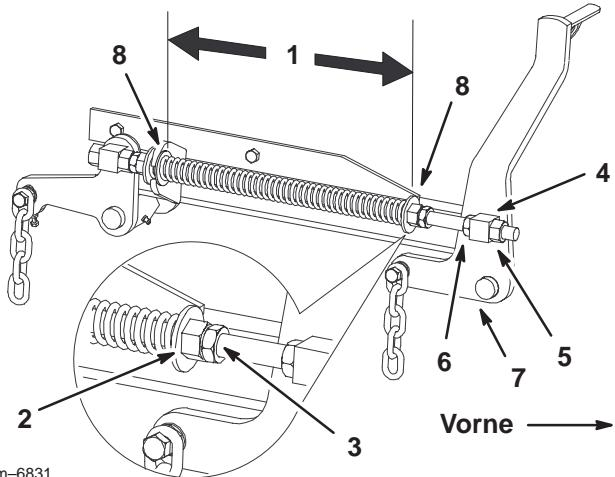

Bild 71
7. Lösen Sie die Klemmmuttern der vorderen Drehzapfen, vorne am rechten und linken Drehzapfen, um ungefähr 13 mm (Bild 71).
8. Stellen Sie die Hubmuttern auf der linken und rechten Seite der Maschine ein, um einen Wert zu erzielen, der vorne **an Stelle A um 6 bis 10 mm niedriger ist als hinten an Stelle B** (Bild 71).
2. Prüfen Sie den Abstand zwischen den beiden großen Scheiben. Der Abstand sollte 26,7 cm betragen (Bild 71).
3. Stellen Sie den Abstand ein. Lösen Sie die Federklemmmutter und drehen Sie die Mutter vorne an jeder Feder (Bild 71). Wenn Sie die Mutter im Uhrzeigersinn drehen, wird die Feder verkürzt. Wenn Sie die Feder entgegen dem Uhrzeigersinn drehen, wird sie verlängert.
4. Arretieren Sie die Mutter, indem Sie die Federklemmmutter anziehen (Bild 71).